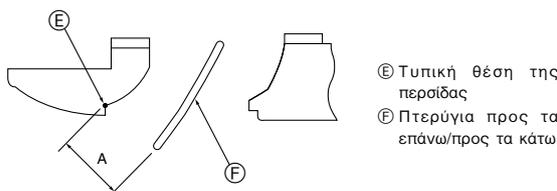

Fig. 8-10
- Για να ρυθμίσετε την επιθυμητή κατεύθυνση της ροής του αέρα, μετακινήστε αργά τα πτερύγια προς τα επάνω ή προς τα κάτω, εντός του καθορισμένου εύρους. (Fig. 8-10)